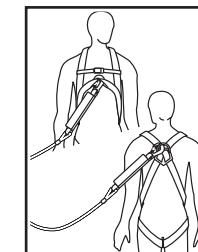

Рис. 3
3. МАРКИРОВКА (рис. 3)
Данное СИЗ применяется в составе системы обеспечения безопасности при работе на высоте. Присоединение соединительно-амортизирующей подсистемы к работнику осуществляется за точку крепления на страховочной привязи, имеющую маркировку «A». Обозначения типа «A/2» или половина буквы «A» указывают на необходимость соединения одновременно двух так же обозначенных элементов. Запрещается присоединять систему защиты к одиночной точке крепления, обозначенной «A/2» или половиной буквы «A» (рис. 3).